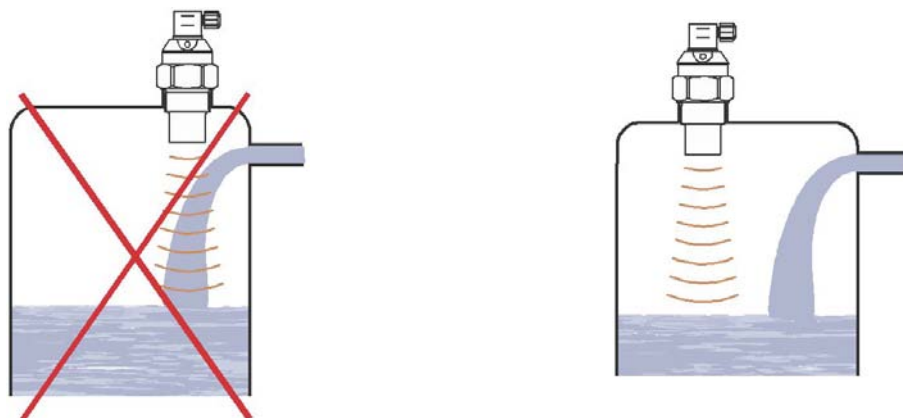

Рис. 11: Установка уровнемера вне зоны досягаемости заполняющего потока
- Не устанавливать уровнемер в месте или над местом заполнения (рис. 11). Возможно измерение заливаемого материала, а не уровня контролируемой среды в резервуаре.